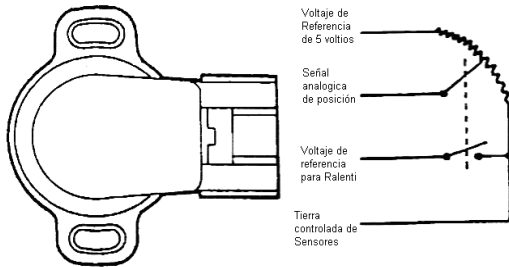

Figura 3.44
C. Sensor TPS analógico-digital (figura 3.44):